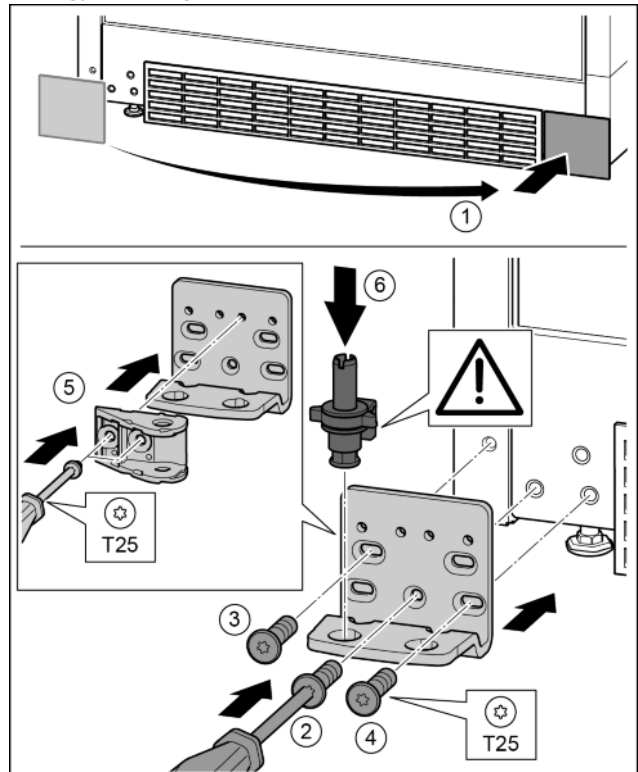

Fig. 36
- ▶ Vegye le a fedelet, és szerelje fel a másik oldalra. Fig. 36 (1)
- ▶ A másik oldalra helyezze fel a csapágybakot, és egy T25 csavarhúzóval húzza meg. Középen az alsó 2 csavarral kezdjen. Fig. 36 (2)
- ▶ Húzza meg a 3 és 4 csavart. Fig. 36 (3, 4)
- ▶ Fordítsa el 180°-kal a záráscsillapítót. A T25 csavarhúzóval csavarozza fel a csapágybak másik oldalára. *Fig. 36 (5)*
- ▶ Helyezze be a teljes csapszeget. Ügyeljen közben arra, hogy a bekattanó bütyök hátrafelé mutasson. *Fig. 36 (6)*